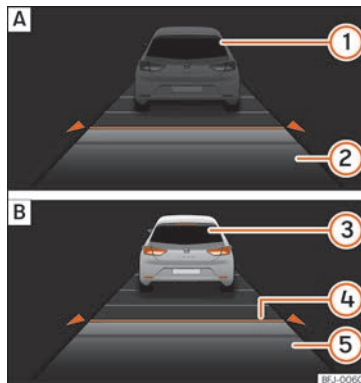
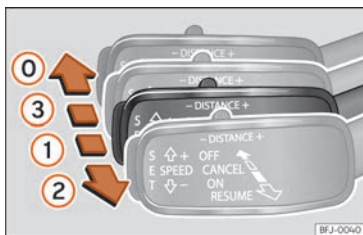

Fig. 263 Sur l'écran du combiné d'instruments : (A) ACC inactif (Standby). (B) ACC actif.
Fig. 265 À gauche de la colonne de direction : troisième levier pour utiliser le régulateur de vitesse adaptatif.
Indication d'état sur l'écran » » fig. 263 :
vert s'allume sur le combiné d'instruments (☺) ; la vitesse programmée et l'état de l'ACC s'affichent à l'écran »» fig. 263.
de 1 km/h (0,6 mph), placez le levier en position ② »» fig. 265 ou appuyez sur la touche **SET**.
Si besoin, la vitesse programmée peut être modifiée lorsque le véhicule est à l'arrêt ou lors de la conduite. Toute modification de la vitesse programmée est indiquée dans la partie inférieure gauche de l'écran du tableau de bord »» fig. 263.
- Pour activer l'ACC, placez le troisième levier en position ① puis appuyez sur la touche **SET** ou placez le troisième levier de l'ACC en position ② » » fig. 265. L'image de l'ACC sur l'écran du tableau de bord passe alors en mode **Actif** » » fig. 263.
Pour désactiver l'ACC, placez le levier en position ③ » » fig. 265 (le faire emboîter). Le texte **ACC désactivé** s'affiche alors et la fonction est entièrement désactivée.
Si vous ne souhaitez pas désactiver l'ACC, mais passer temporairement en mode inactif (Standby), placez le troisième levier en position ③ » » fig. 265 ou appuyez sur la pédale de frein.